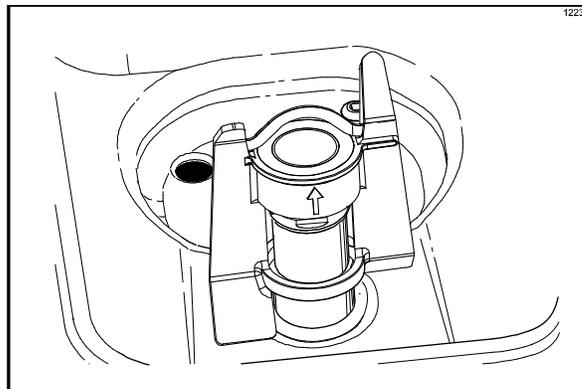

Figura 161
16. Coloque el agitador en la estructura del eje motor del agitador. (Vea la figura 161).